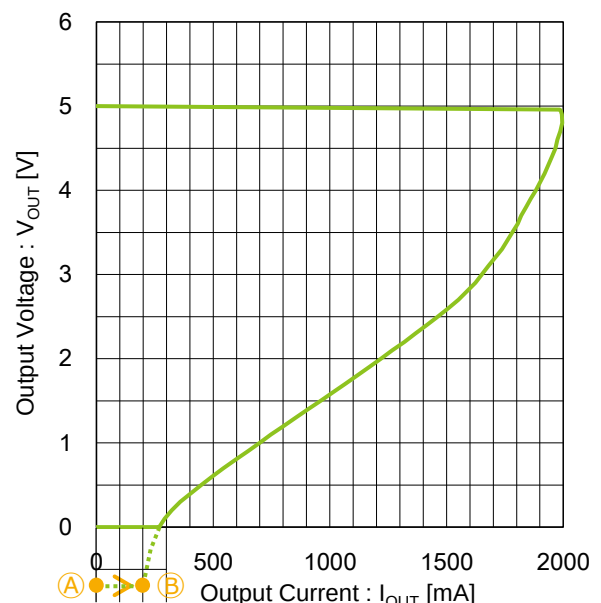

Figure 6. 定電流負荷時の起動時動作点変移
例えば、定電流負荷が $500mA$ の場合、IC 起動前の動作点は Figure 6 の④点にあります。IC が起動すると出力電流の供給が始まりますが、出力電圧が $-0.7V$ 時は、 $0V$ 時よりも更に供給電流が減り、この例では $200mA$ になります。負荷電流 $500mA$ に対して $200mA$ しか供給できないため、出力電圧が上昇できず、動作点は⑥に安定点ができ起動トラブルになります。
次に IC が先に起動している状態で定電流負荷を接続する場合について考えます。IC の出力に規定電圧が出ている状態で定電流負荷を接続すると問題なく動作します。これは規定電圧では、電流に十分な供給能力があるためです。この状態で出力が短絡しますと、動作点は Figure 6 の④点へ移動するため、前述と同様に起動トラブルが発生します。